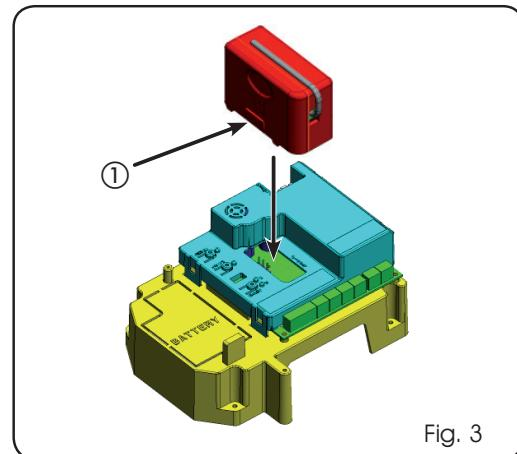

Fig. 3
El equipo electrónico está provisto de un sistema de descodificación (DS, SLH, LC) bi-canal integrado llamado OMNIDEC. Este sistema permite memorizar, mediante un módulo receptor adicional (Fig. 3 ref. ①) y radiomandos de la misma frecuencia, tanto la apertura total (OPEN A) como la apertura parcial (OPEN B) de la automación.